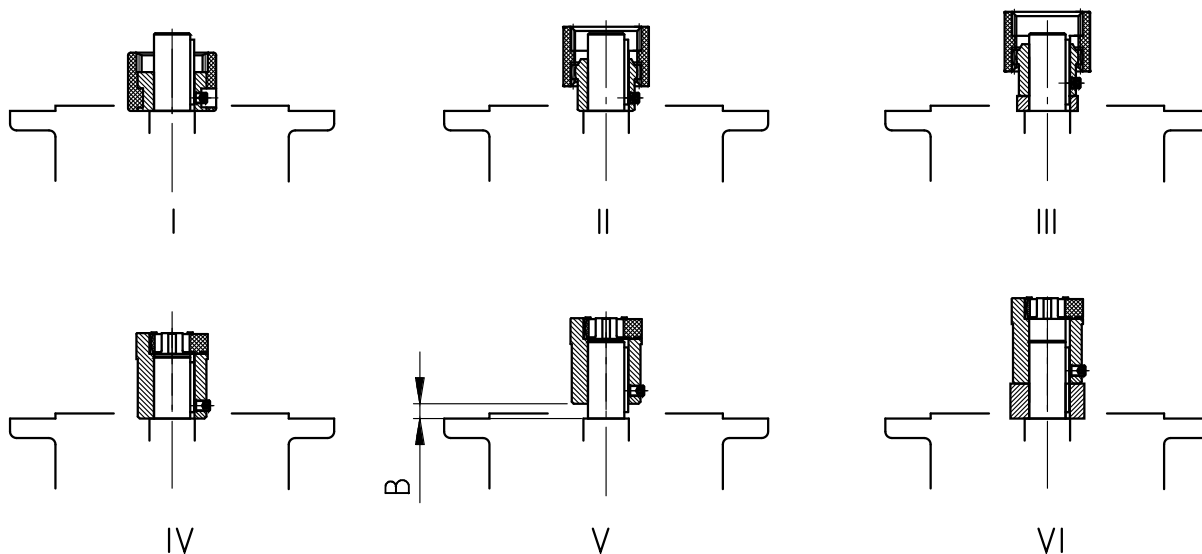

Figura 15: montaggio di diverse tipologie di giunto sull'albero motore
3. Posizionare il semigiunto sull'albero motore, in modo che la linguetta del motore vada a inserirsi nella scanalatura del semigiunto. Calettare il semigiunto secondo le indicazioni del costruttore del motore. Per i riduttori coassiali standard, rispettare la misura B tra il semigiunto e il collare (vedere "Figura 15"). Con alcuni **adattatori NEMA** la posizione del giunto deve essere regolata come indicato sulla targhetta adesiva.
4. Montare la linguetta in dotazione (vedere "Figura 15: montaggio di diverse tipologie di giunto sull'albero motore")
8. Montare il motore sull'adattatore. Montare anche il pignone e/o la bussola dentata in dotazione (vedere Figura 15: montaggio di diverse tipologie di giunto sull'albero motore). Per l'adattatore AN360TC e AN400TC, fissare prima la flangia dell'adattatore al motore e poi avvitare il motore all'adattatore.